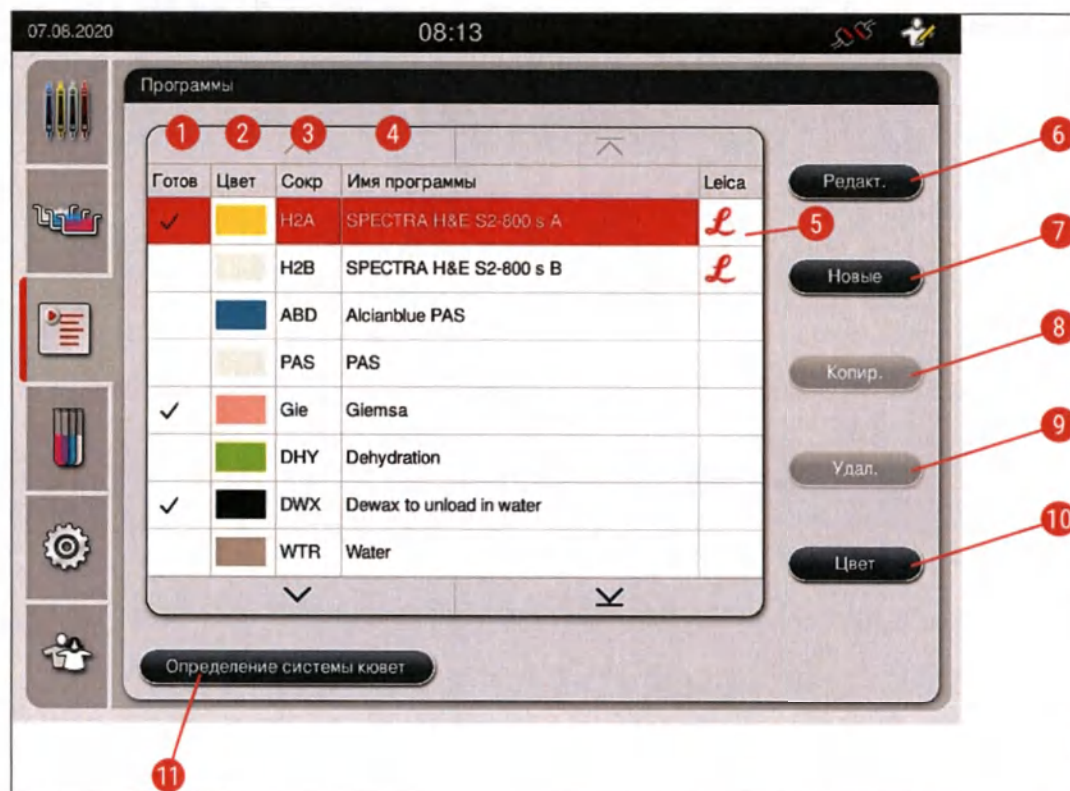

Рис. 41
- Для назначения цвета скобы стойки программе нажмите на соответствующую программу в списке программ (→ "Рис. 41").
Некоторые программы окрашивания Leica могут использоваться параллельно с различными настройками (интенсивность окрашивания, этап печи и т.д.) (→ с. 71 – 5.9.3 Настройка программы окрашивания Leica H&E). Эти программы предварительно устанавливаются дважды в списке программ (→ "Рис. 41"). Чтобы провести различие между этими дважды установленными программами окрашивания Leica H&E, используются сокращенные обозначения S1A и S1B или S2A и S2B, которые отображаются в списке программ. Эти программы включают одни и те же этапы. Если в систему кювет интегрированы две идентичные программы, необходимо также отсканировать и заполнить два идентичных набора для окрашивания Leica.